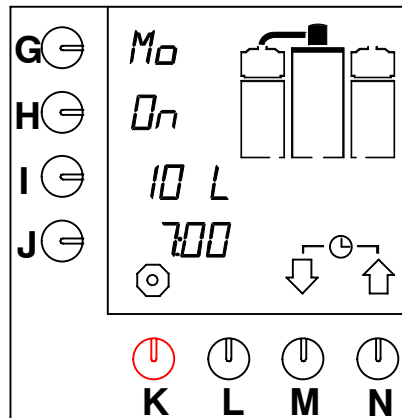

Abb. 13 Wartestellung der Schaltuhr
- Es erscheint ein Eingabezeichen ↵ im Display. Die Uhr im Display beginnt zu blinken, und das System brüht zur eingestellten Zeit Kaffee auf. Im Display erscheint die Wartestellung (Abb.13).
- Die Uhr im Display beginnt zu blinken, und das System brüht zur eingestellten Zeit Kaffee auf. Im Display erscheint die Wartestellung (Abb.13).